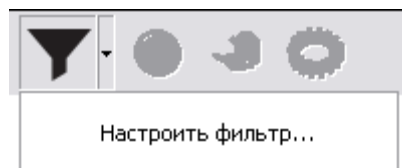

Рис. 144
2. Выберите команду **Настроить фильтр** (Рис. 144).